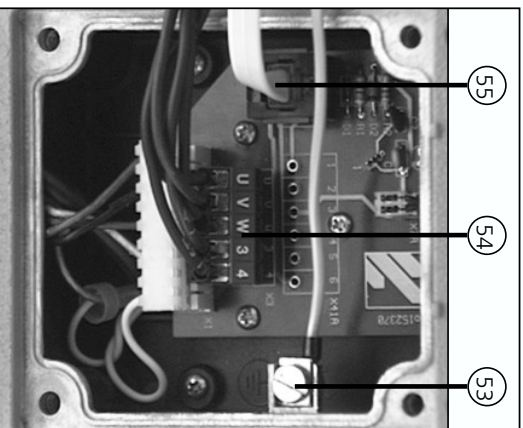

Рис. 7: Места подсоединения к приводу ворот
- Осуществите подсоединения к приводу ворот в соответствии с рис. 7.